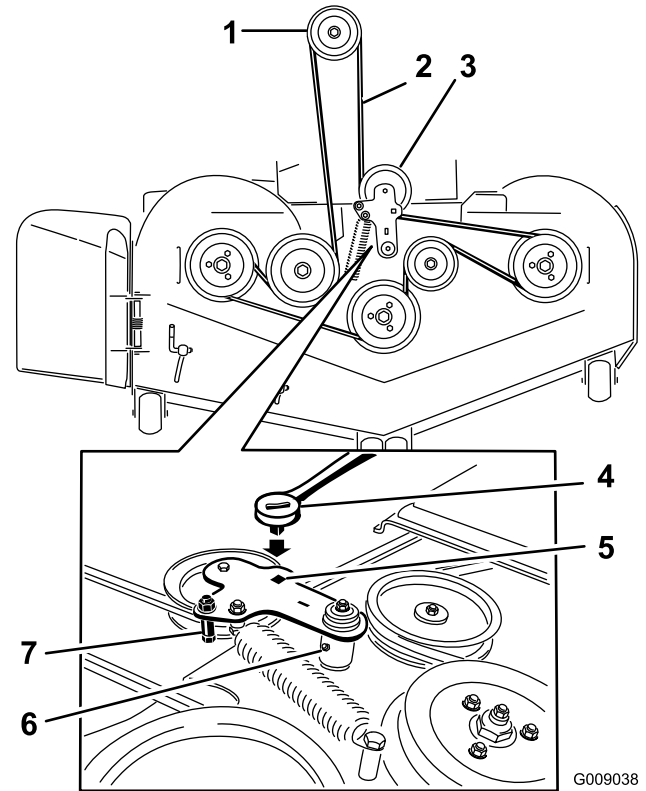

Figura 81
9. Pase la correa nueva alrededor de las poleas del cortacésped y de la polea del embrague, debajo del motor (Figura 81).
10. Instale la guía de la correa en el brazo tensor según se muestra en Figura 81.
11. Utilizando la llave de carraca en el taladro cuadrado, instale el muelle tensor (Figura 81).
5. Utilice una llave de carraca en el taladro cuadrado del brazo tensor para aliviar la tensión del muelle tensor (Figura 81).
7. Instale la guía de la correa en el brazo tensor tensado con muelle indicado en Figura 81.